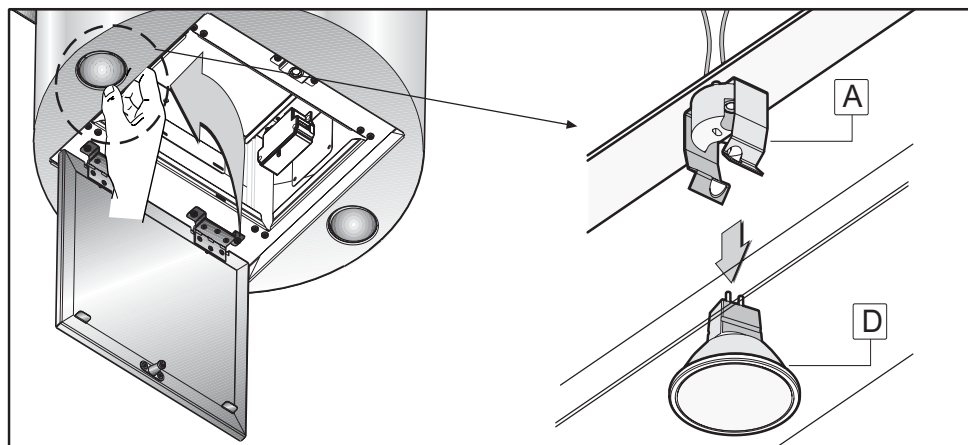

Fig.15
• Sostituzione delle lampade alogene (Fig.15).
Per sostituire le lampade alogene **B** dall'interno della cappa spingere verso il basso con due dita come è raffigurato in fig.15.